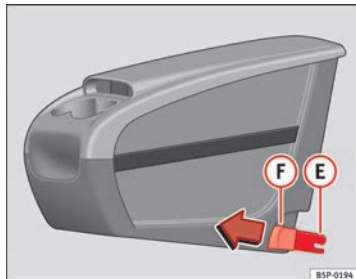
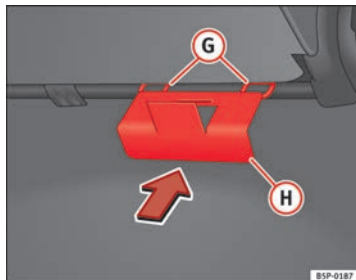

Fig. 113 Cassetto portaoggetti estraibile. Montaggio
Fig. 114 Piastra di fissaggio del cassetto portaoggetti estraibile
- Collocare dall'interno del veicolo la piastra di fissaggio (H) ⇒ fig. 114 del cassetto portaoggetti estraibile, facendolo passare attraverso la parte posteriore del sedile. Deve essere collocato fra lo schienale e il piano del sedile, nella zona del posto centrale.
- Agganciare i due pezzi di fissaggio (E) ⇒ fig. 113, con i due occhielli di fissaggio (G) ⇒ fig. 114 e premere con forza fino a quando le due pinze si incastrano completamente con gli occhielli.
- Tirare in avanti entrambi i pulsanti ⇒ fig. 113 (F) delle pinze (pulsanti rossi), fino a quando non si sente lo scatto.